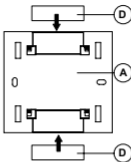

Fig 4.
In alternativa, fissare la piastra di sicurezza A (fig.4) con le strisce adesive (D) fornite in dotazione su una superficie liscia/piana (non metallica).